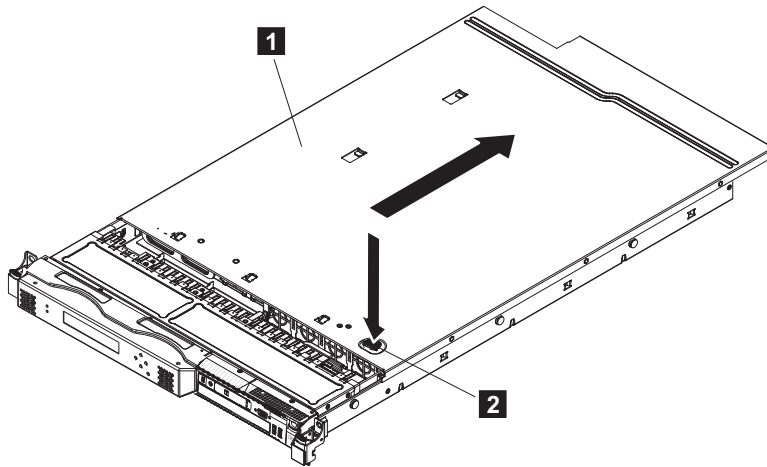

図 76. SAN ボリューム・コントローラー 2145-CG8 または 2145-CF8 カバーの取り外し
5. カバー (**1**) を固定している青色タブ (107 ページの図 76 の **2**) をしっかり押し込み、カバーがシャーシから外れるまで、カバーをノードの背面に向けてスライドさせます。